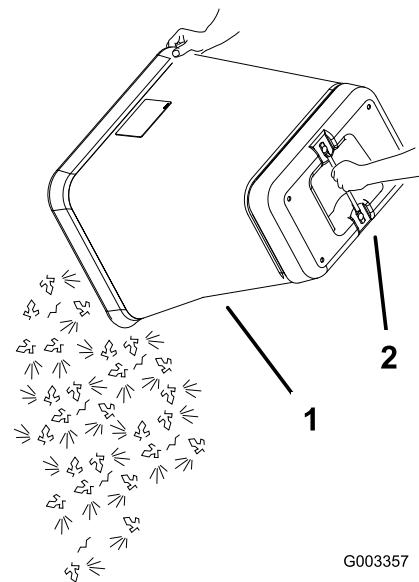

Figura 39
6. Afferrate la maniglia sotto il cesto e ribaltate il cesto per vuotarlo (Figura 39).